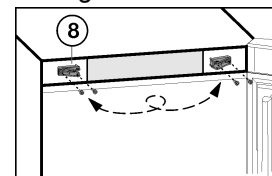

Fig. 17
- Desatornille la pieza de cojinete Fig. 17 (8) y cámbiela al lado opuesto girándola 180°. Dado el caso, grabe los agujeros de tornillo o utilice un destornillador de batería.